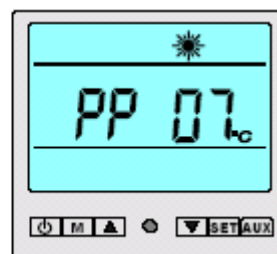

Figure 3-12
- Si le capteur de température T_W est défaillant, le mode antigel est déterminé par T_{IN} . Si T_W et T_{IN} sont défaillants en même temps, le mode antigel ne peut être ordonné. L'erreur PP07 est affichée sur le boîtier de commande (voir figure 3-12).
- En mode froid, si la température de sortie de l'eau $T_{OUT} \leq 5^{\circ}\text{C}$ après que le compresseur ait fonctionné durant 5 mn, la PAC passe en protection mode froid, le compresseur et le ventilateur s'arrêtent et la PAC continue à fonctionner normalement. Lorsque la température de sortie de l'eau $T_{OUT} \geq 7^{\circ}\text{C}$, la PAC quitte le mode protection et repasse en fonctionnement normal. Le message PP07 est affiché (voir figure 3-12).